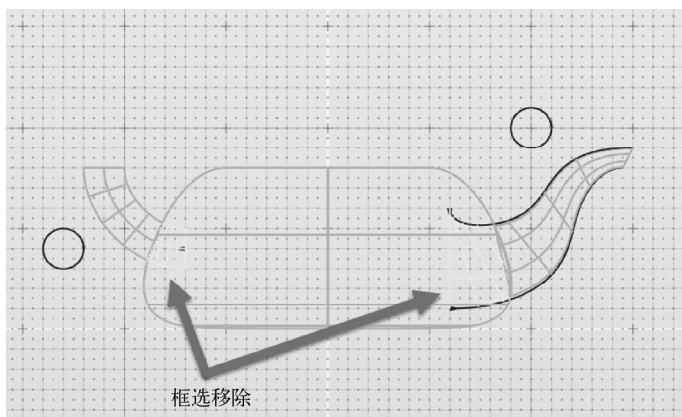

图 5-55 移除壶嘴和壶把插入壶身的部分
2) 在前视图中，点选并移除壶嘴和壶把插入壶身的部分，如图 5-55 所示。